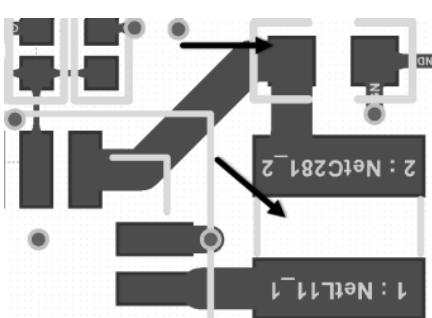

图 15-45 电感与电容的放置
(6) 模块的 VBAT 和 VDDIO 的电源脚 4.7 μ F 去耦电容 C272、C283 要靠近模块放置，并尽可能与模块摆放于同一平面。模块内部电源的电感 L12 和电容 C286 要靠近模块放置，走线线宽大于 15mil，如图 15-45 所示。